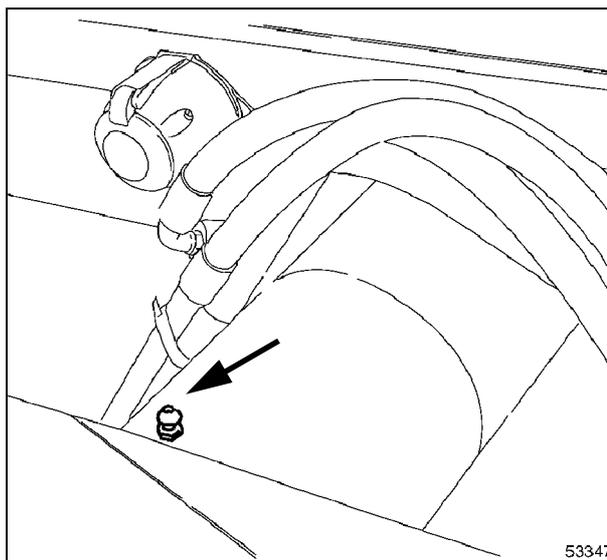

Рис. 20
13. ПОВОРОТНЫЙ ШКВОРЕНЬ ЗАДНЕЙ ОСИ - Рис. 20